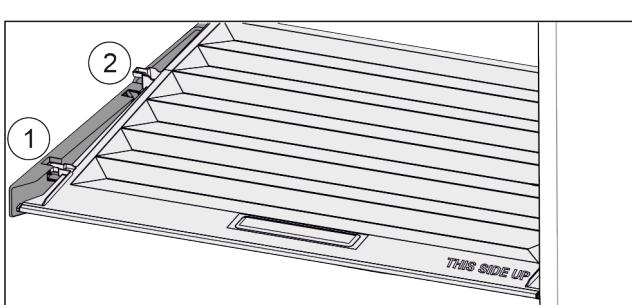

Fig. 73
- Trageți capacul în față Fig. 73 (1) până la orificiul din piesele suportului.
- Ridicați în spate de jos și scoateți Fig. 73 (2) în sus.